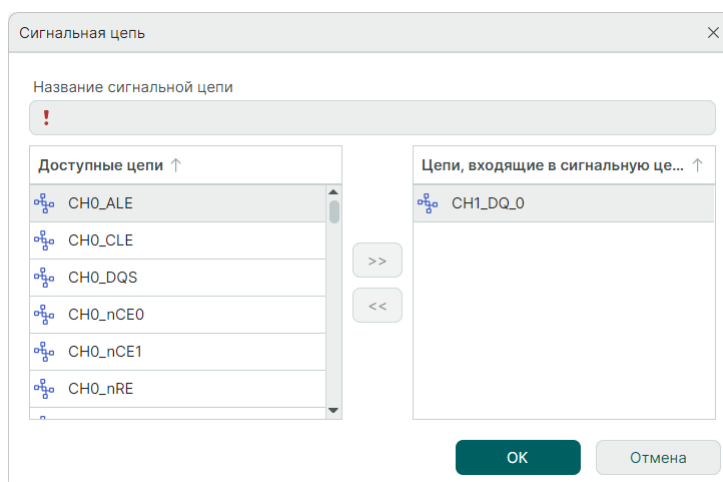

Рис. 146 Окно «Сигнальная цепь»
3. В окне «Сигнальная цепь» в списке «Цепи, входящие в сигнальную цепь» отображается предопределенная цепь, см. Рис. 146.